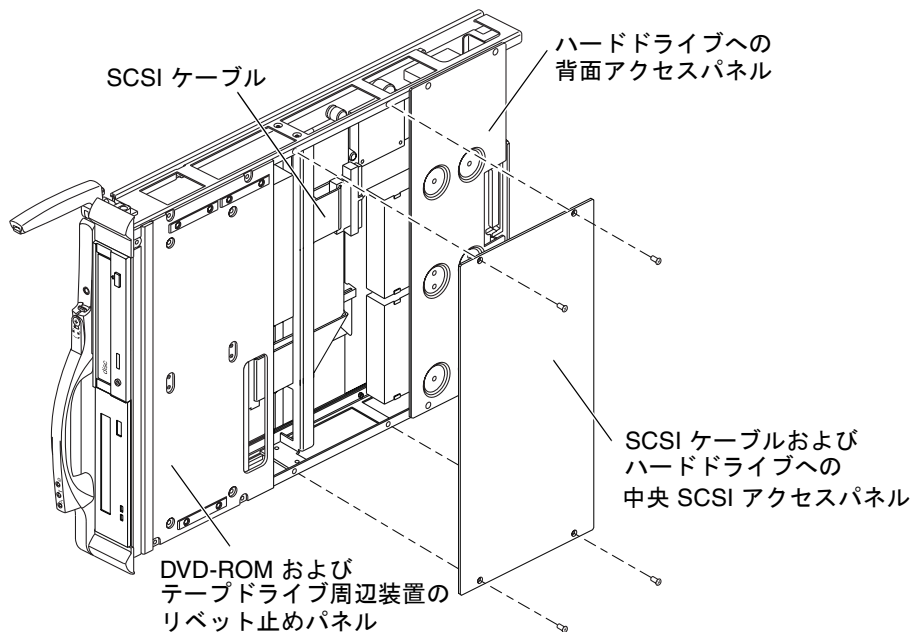

図 7-2 SC 周辺装置ボードおよび中央のアクセスパネル — 分解図
4. SC 周辺装置ボードの内部コンポーネントを取り扱うため、図 7-2 に示すように、中央の SCSI アクセスパネルから 4 本の M3×6 皿頭ねじを外します。